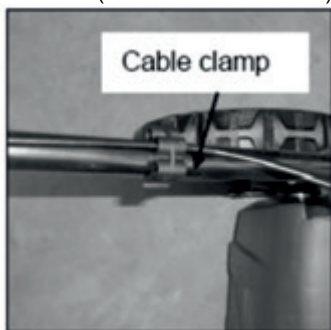

Рис.2D
4. Прикрепите кабельный зажим в показанном положении, а затем прикрепите кабель. (Рис.2D)